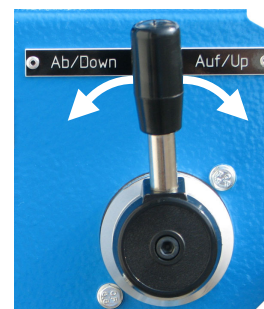

Abb. 12: Steuerhebel der Ramme
5. Sobald unter der Pumpe genügend Freiraum zur Positionierung des Spülmittelbehälters ist, stellen Sie den Steuerhebel der Ramme auf „Stop“ (mittlere Position wie in Abb. 12 dargestellt).